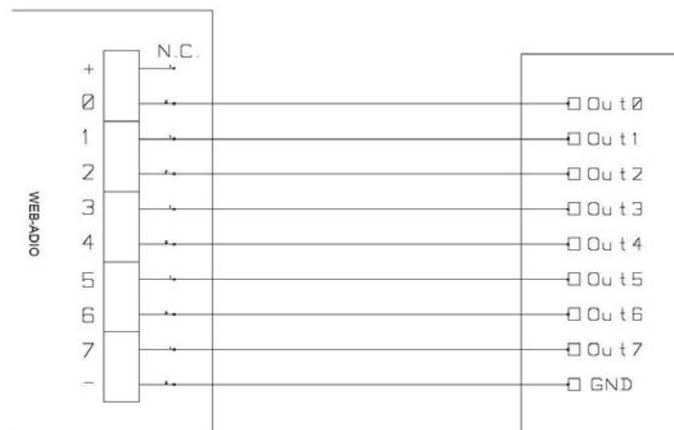

Figura 3b: schema implementazione ingressi: controllo diretto in tensione.
- Figura 3b: nel caso in cui gli ingressi siano controllati direttamente da una tensione.